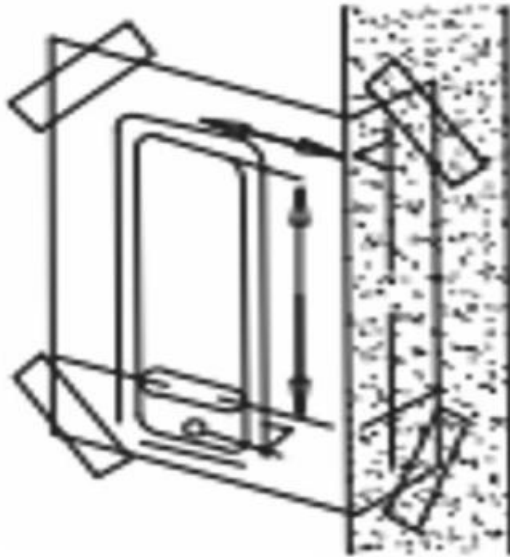

Abb. 3
1) Positionieren und befestigen Sie die Schablone (Produktvorlage Modell 209) korrekt an folgender Stelle: Die Oberfläche der Innentür. Erforderliche Höhe über dem Boden. Sicherstellen, dass die Die entsprechende, markierte Türkanten-Ausrichtungsschablone sollte ordnungsgemäß ausgerichtet sein. mit der tatsächlichen Türkante (wie in Abb. 3 dargestellt).